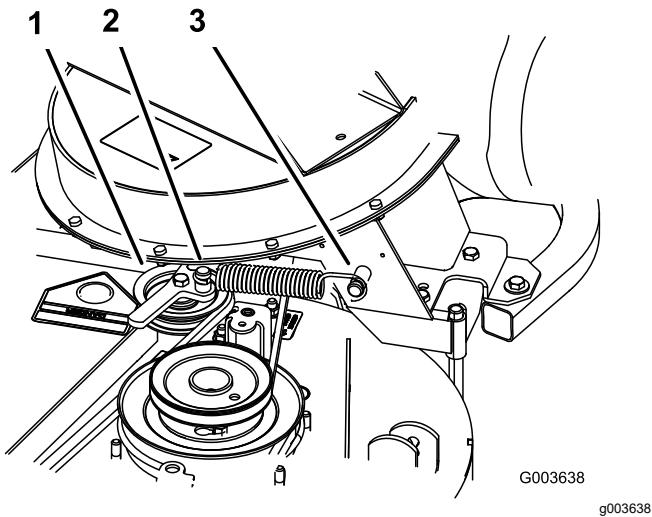

Figura 20
- Instale el muelle según se muestra en Figura 20.